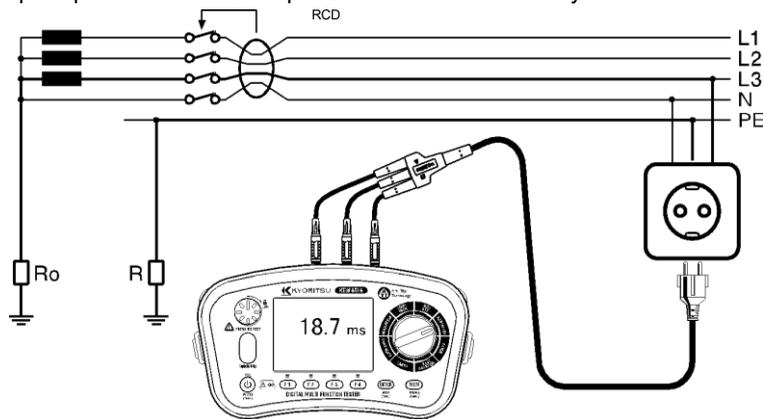

Fig. 11-1
Dans la figure 11-1, lorsque l'échouement est incomplet et que R existe, la tension passe à R si le courant de panne coule dans R. Une personne peut toucher cette tension, et la tension se produit à une personne à cet embranchement est appelée U_c .
(7) Connecter les conduits d'essai au circuit à tester. (Fig. 11-1, 11-2, et 11-3)
(8) Contrôle de câblage